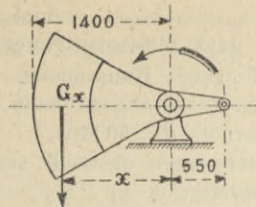

Fig. 2.
10. Berechnung des nötigen Gegengewichtes G_x (Fig. 2 u. 3).
7. Aufwärtsbewegung (Saugen) Fig. 2,